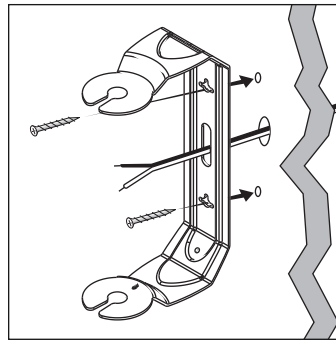

FIGURE 12: Passez le fil de haut-parleur sortant du mur à travers le trou du support.
9. Si le fil de haut-parleur destiné à l'enceinte passe dans le mur et sort derrière le support, passez le fil à travers le trou du support avant d'installer le support au mur [figure 12].